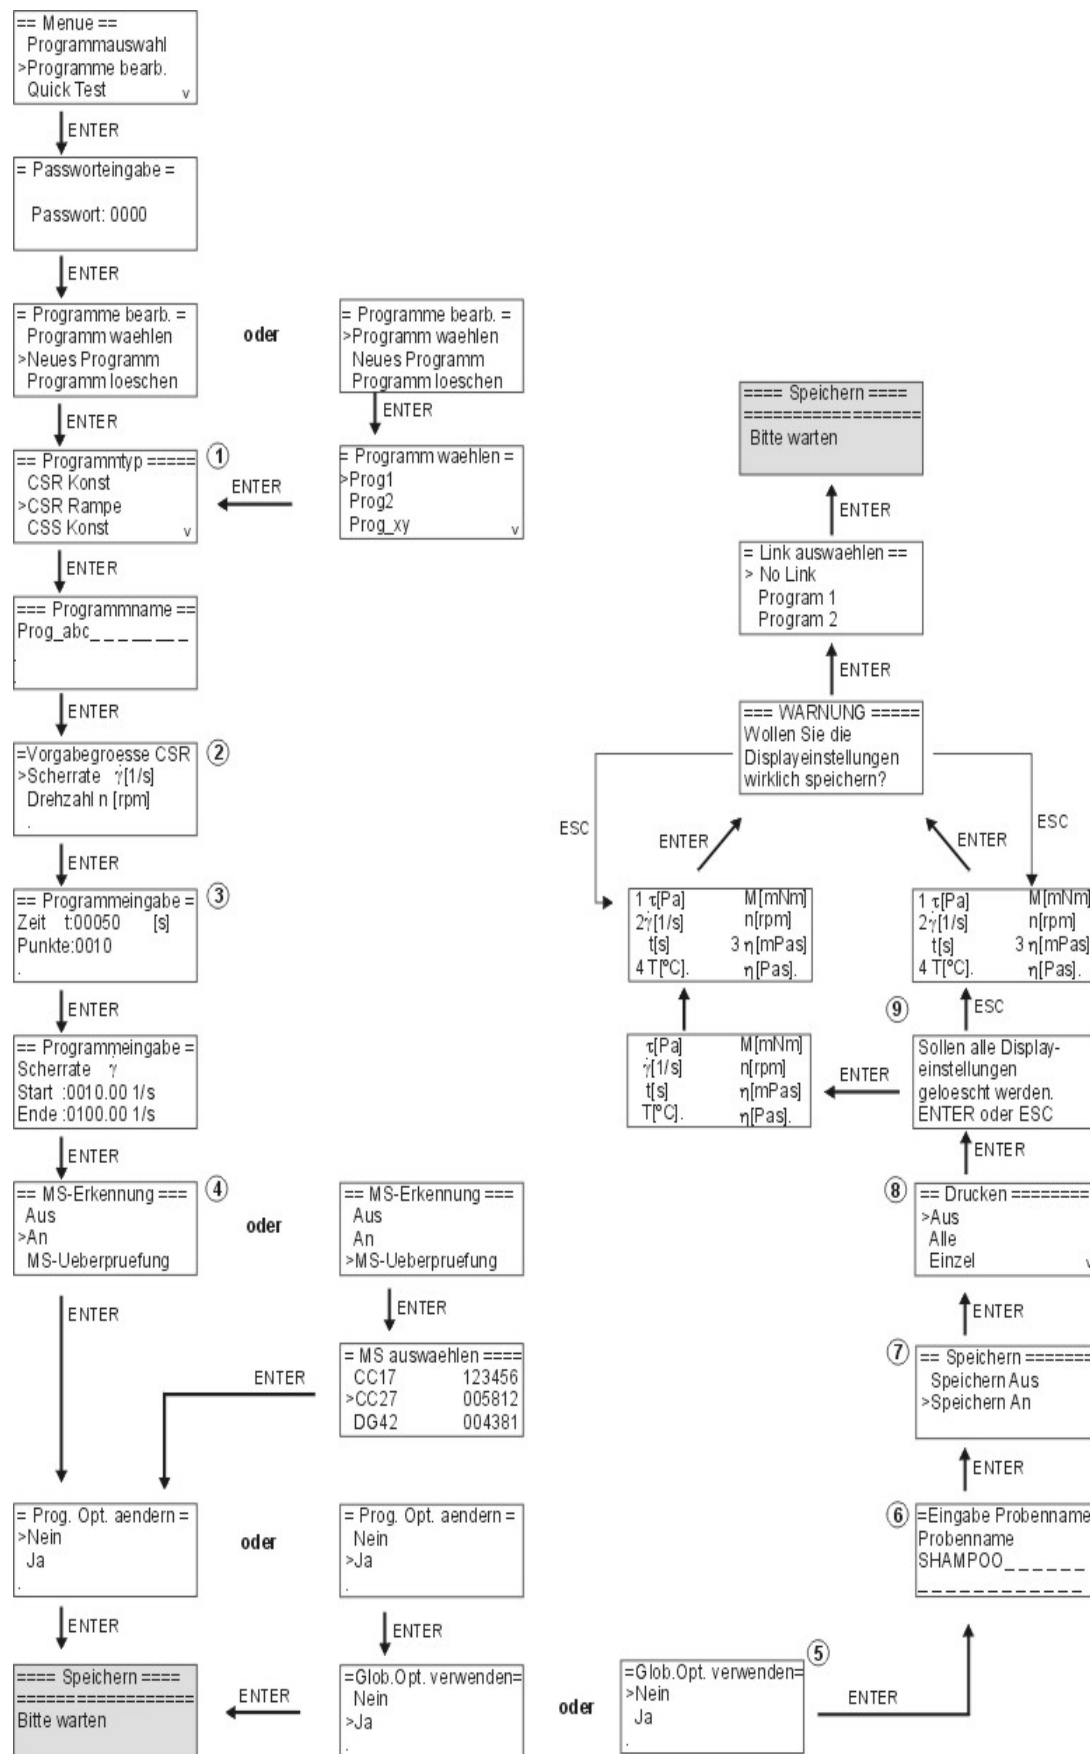

Abb. 9 - 1 Bearbeitung / Erstellung von Messprogrammen
Der Ablauf der Programmierung ist in Abb. 9 - 1 dargestellt. Zu den mit Nummern markierten Schritten finden Sie weitere Erläuterungen unten. Die Auswahl von Menüeinträgen erfolgt mit den Auf/Ab-Tasten am Gerät oder mit den Pfeiltasten einer externen Tastatur. Der gewählte Menüpunkt wird durch '>' markiert.
5. Bestimmte Einstellungen, wie z. B. die Messdatenanzeige während der Messung oder das Speichern/Drucken der Daten, sind im Gerät eingestellt und werden für alle Programme verwendet. Um für ein Programm abweichende Einstellungen zu verwenden, wählen sie unter 'Prog.Opt. aendern' 'Ja' und unter 'Glob.Opt. verwenden' 'Nein'. Die verfügbaren Einstellungen finden Sie auf der rechten Seite der Abbildung (Abb. 9 - 1).